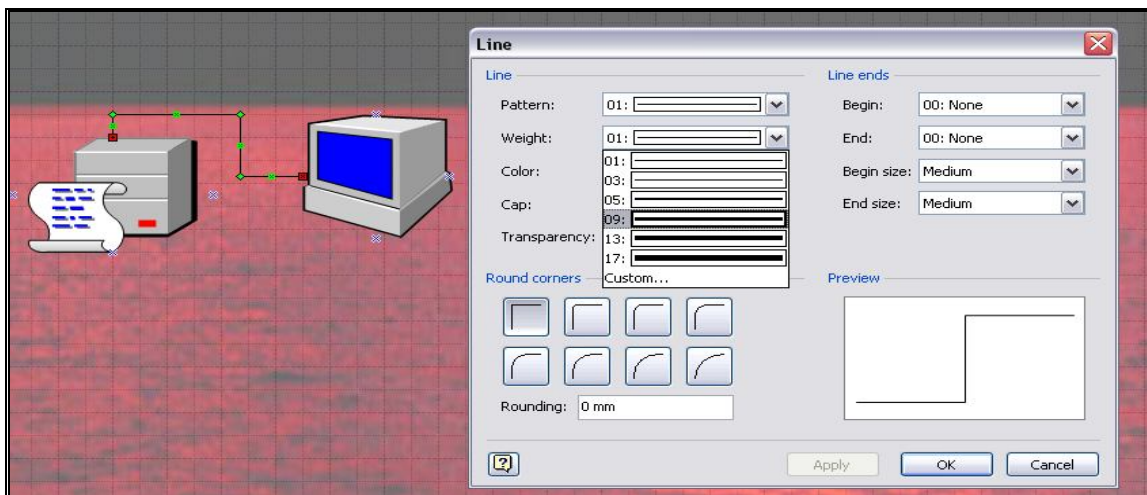

Рис. 57. Диалоговое окно **Line**
17. В диалоговом окне **Line** (рис. 57.) выбрать толщину линии (например,  $weight = 09$ ), цвет, форму.